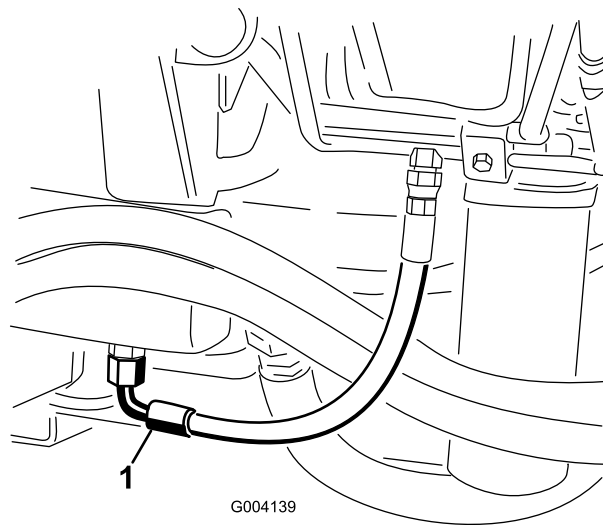

Figure 77
2. Placez un grand bac de vidange sous le raccord en T monté au bas du réservoir de liquide hydraulique (Figure 77).